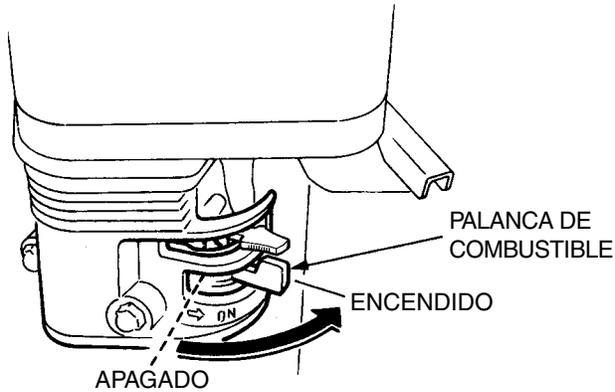

Figura 11. Palanca de la válvula de combustible
1. Coloque la palanca de la válvula de combustible (Figura 11) en la posición **ON**.
3. Coloque la palanca del estrangulador (Figura 11) en la posición **OPEN** (abierto).